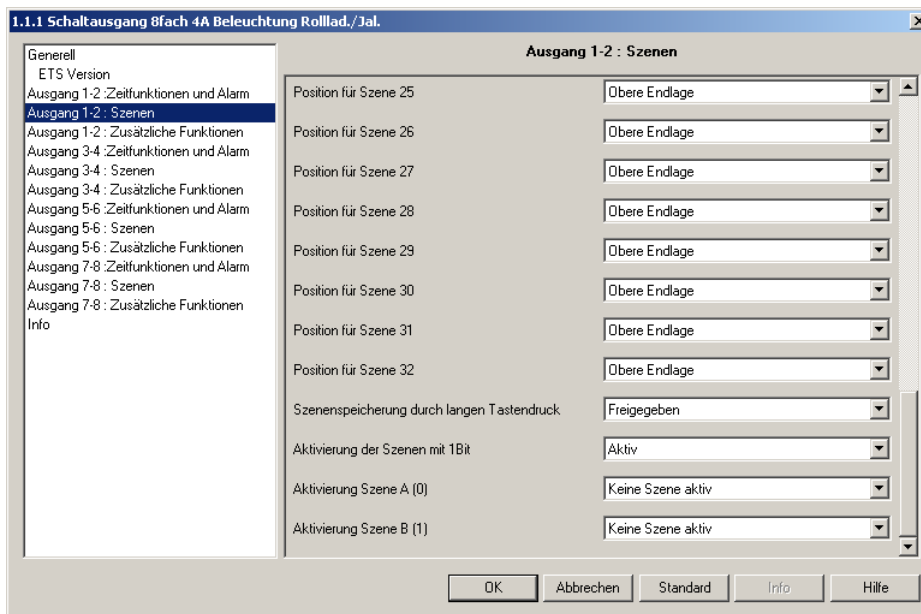

Bild 3
→ Parametereinstellungen: siehe "Bild 3".
- Parametereinstellungen: siehe "Bild 3".